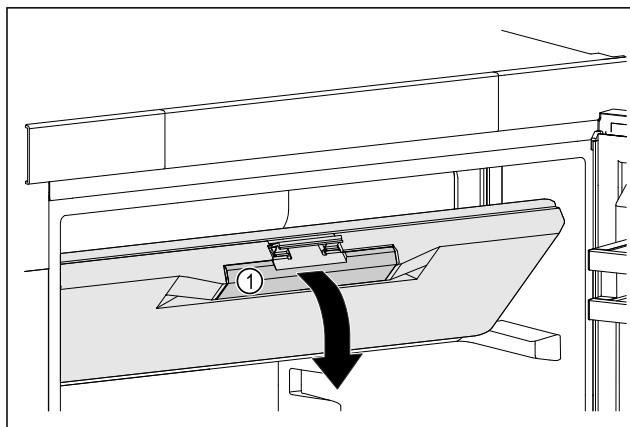

Fig. 23
- ▶ Uchopte dvere mraziaceho priestoru za priehľbeň pre rukoväť Fig. 23 (1).